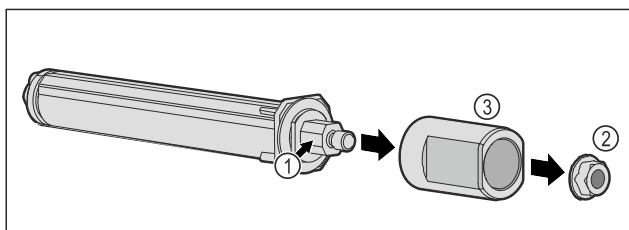

Fig. 46
- No desmontar el sistema de cierre de puertas Fig. 46 (1).
- Retirar la tuerca Fig. 46 (2).
- Retirar el manguito Fig. 46 (3).